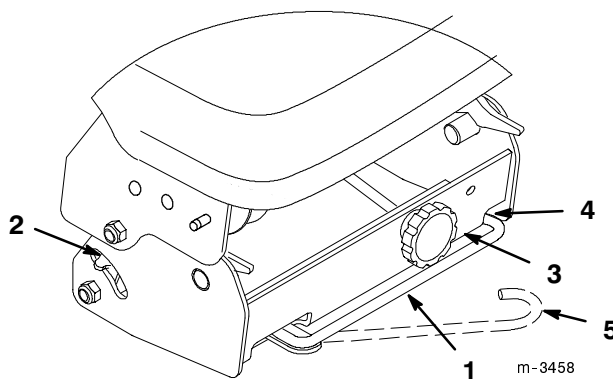

Figure 13
3. Débloquer le bras de détente de la courroie sous la boîte à poulies, et le tirer vers soi (Fig. 13).
6. Chausser l'autre extrémité de la courroie sur la poulie de transmission du plateau de coupe. La courroie peut être détendue un peu plus (si nécessaire) en tournant le bouton de réglage de tension de la courroie (Fig. 13).
- C. Si les indicateurs de tension de droite et de gauche ne sont pas dans la même position, relâcher la tension, tourner le bouton de réglage et répéter les points A et B jusqu'à ce que les indicateurs soient dans la même position (Fig. 13).
- D. Lorsque les indicateurs sont dans la même position des deux côtés, rabattre le bras de détente dans la boîte à poulies et l'accrocher comme illustré Figure 13.